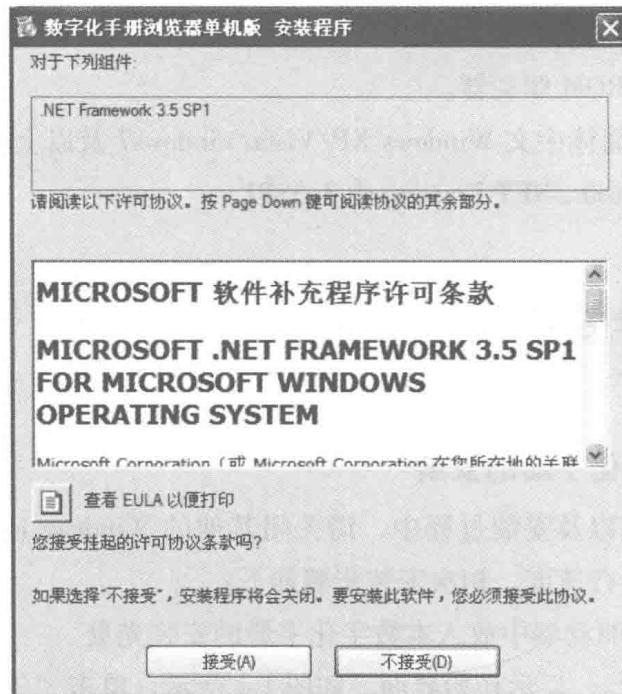

图 1-2 .NET 组件安装
3) 计算机提示是否接受安装“.NET Framework 3.5 SP1”组件,如图 1-2 所示。